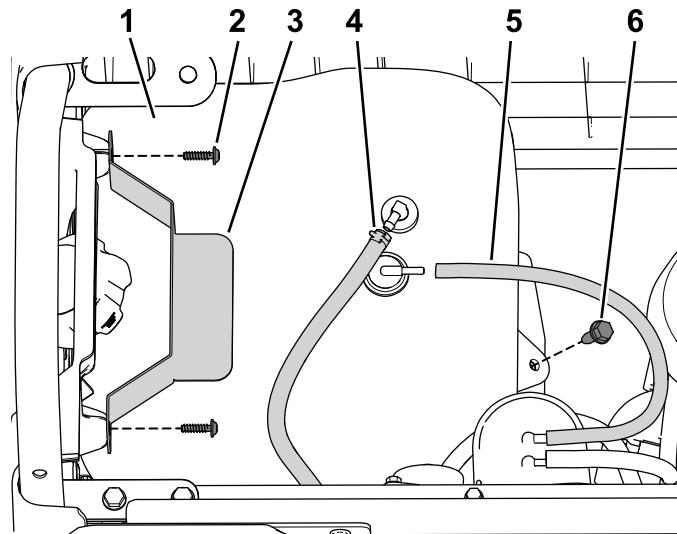

Figura 8
1. Desconecte la manguera de ventilación y el tubo de combustible del depósito (Figura 8).
2. Retire los 2 tornillos que sujetan la pletina de sujeción al panel lateral izquierdo, y retire la pletina de sujeción (Figura 8).
3. Retire el perno con arandela prensada que sujetla el depósito de combustible a la bandeja del depósito de combustible, y retire el depósito de combustible (Figura 8).